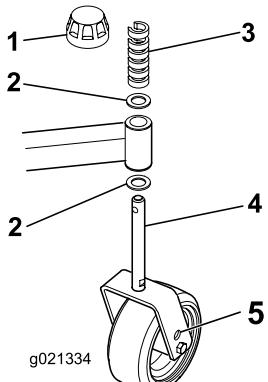
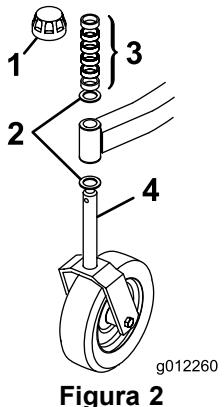

Figura 3
Figura 2
1. Rimuovete i cappucci di tensione dagli assi dei perni ed estraete i distanziali e le rondelle di spinta (Figura 2 & Figura 3).
2. Posizionate i distanziali sul fusello della ruota orientabile fino ad ottenere l'altezza di taglio richiesta; fate riferimento alla tabella in Regolazione dell'altezza di taglio nel presente manuale. Fate scorrere la rondella di spinta sul fusello. Spingete il fusello ruota orientabile grande attraverso il braccio ruota orientabile anteriore e il fusello ruota orientabile piccolo attraverso il braccio ruota orientabile posteriore. Montate un'altra rondella di spinta e i distanziali restanti sul fusello, quindi montate il cappuccio di tensione per fissare gli elementi del gruppo (Figura 2 & Figura 3).